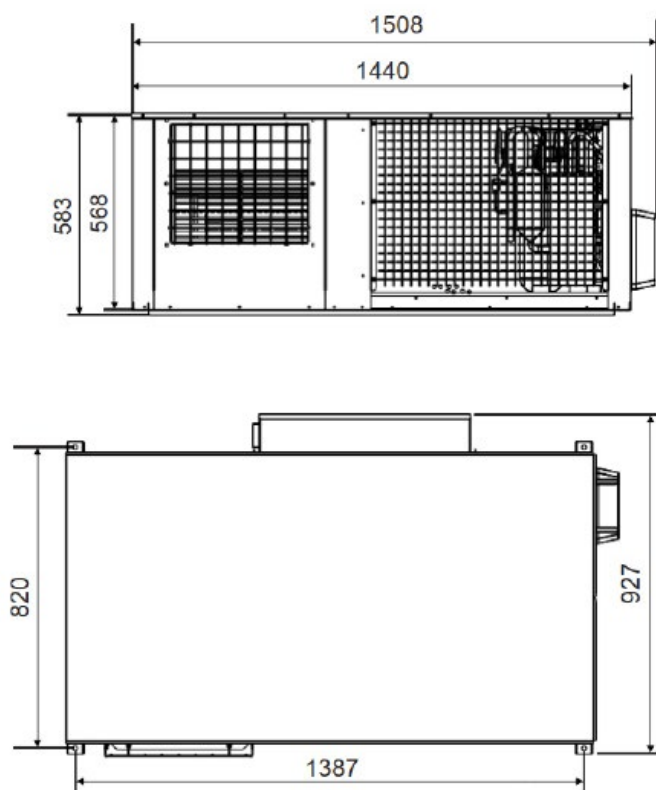

Fig. 3-1 Dimensões da unidade exterior
1. Fig. 3-1 é aplicável a modelos de MVH-H100C/DN1 ; MVH-H140C/DGN1A ; MVH-H160C/DGN1A